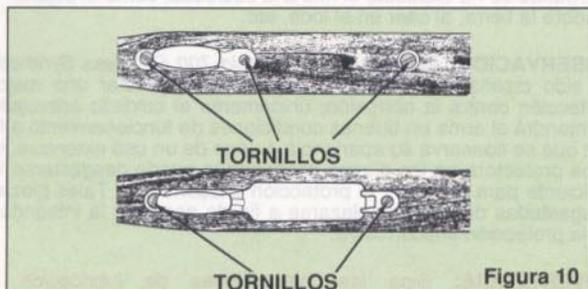

Figura 10
4. Retire los tornillos del guardamonte del gatillo. Vea la Figura 10.